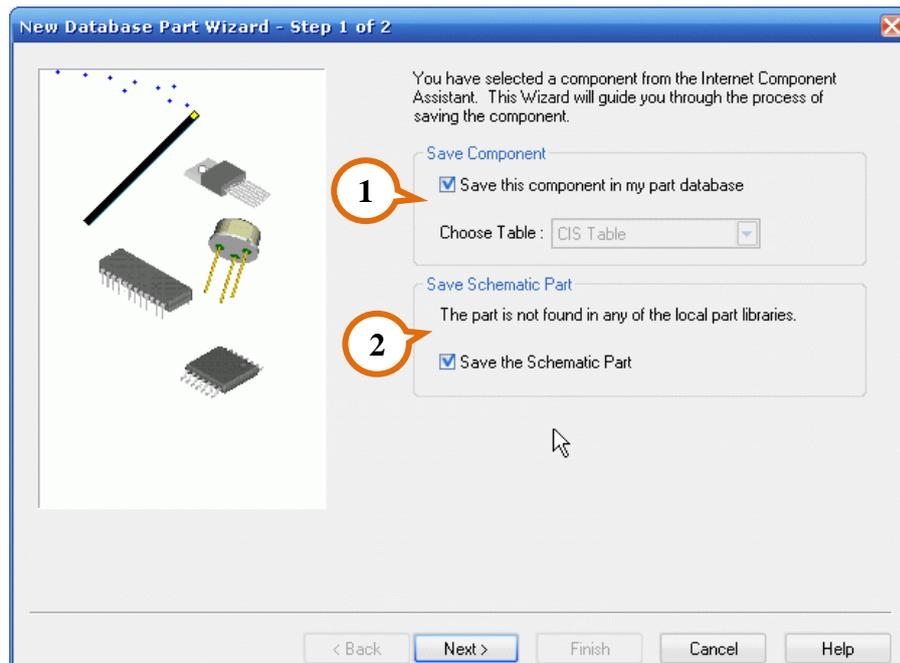

рис. 11-39
Откроется окно диалога (рис. 11-39) в котором Вам будет предложено сохранить информацию о компоненте в Вашей локальной базе данных (**Save this component in my part database**) (1).